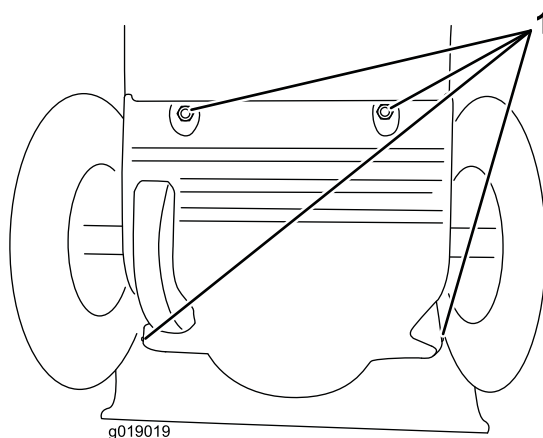

Рисунок 43
3. Снимите заднюю крышку (Рисунок 43).